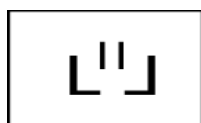

Fig.14
- Pendant le remplissage de l'eau s'affiche le symbole de remplissage. (Fig.14)